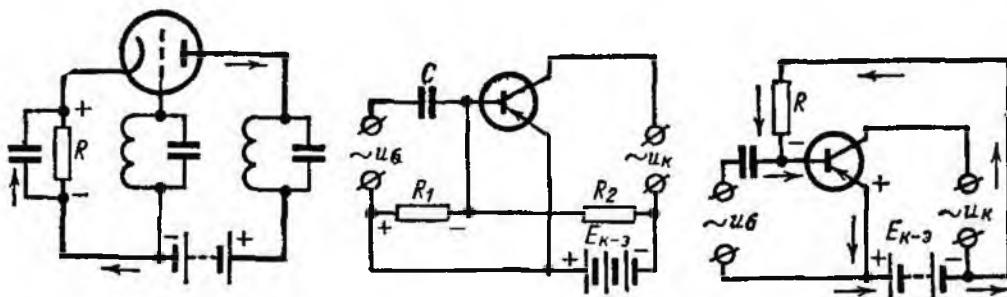

Рис. 57. Так в ламповой схеме создается сеточное смещение за счет падения напряжения на резисторе  $R$ , введенном в цепь катода.
Н.— Действительно, напряжение сеточного смещения создается источником анодного напряжения; анодный ток вызывает падение напряжения на резисторе  $R$  (рис. 57), включенном в цепь катода, в результате чего последний становится положительным по отношению к сетке или, иначе говоря, сетка становится отрицательной по отношению к катоду... Поступают ли так же в схемах с транзисторами, создавая падение напряжения на резисторе, установленном на пути коллекторного тока?
**Н.** — Обратную связь можно создать, включив между катодом и отрицательным полюсом источника анодного напряжения резистор  $R_{o.c}$  без блокировочного конденсатора (рис. 60, а). За исключением этой детали, схема совпадает с нарисованной мною в прошлый раз схемой сеточного смещения на резисторе в цепи катода (рис. 57). Но эта «небольшая деталь» все изменяет. Теперь, если под действием усили-